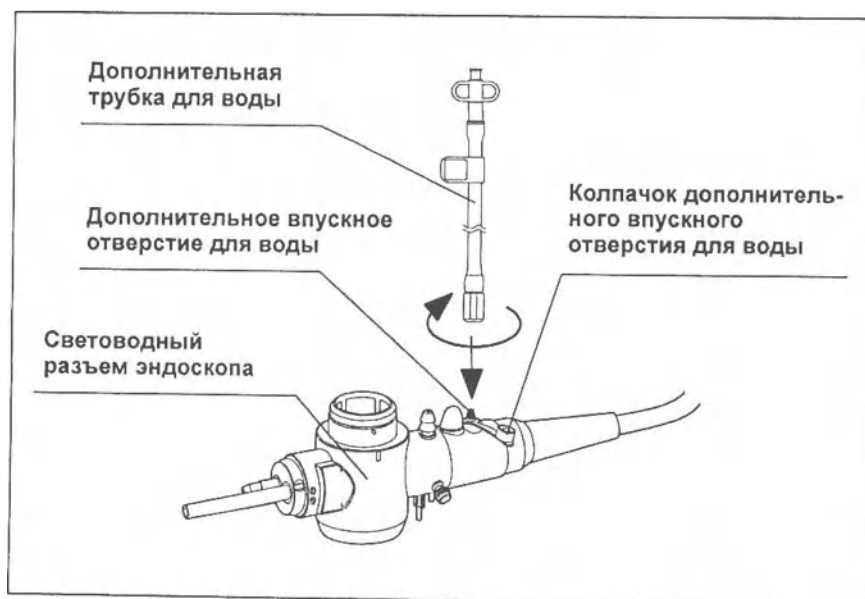

Рисунок 3.19.
8. Откройте колпачок дополнительного впускного отверстия для воды (только для эндоскопов с дополнительной подачей воды, см. Рисунок 3.19.).
9. Подключите дополнительную трубку для воды к дополнительному впускному отверстию для воды на световодном разъеме эндоскопа и поверните ее по часовой стрелке до упора (только для эндоскопов с дополнительной подачей воды, см. Рисунок 3.19.).